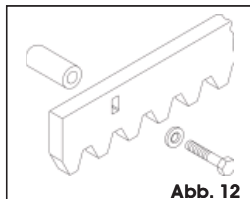

Abb. 12
5.4.2. ZAHNSTANGE AUS STAHL ZUM ANSCHRAUBEN (Abb. 12)